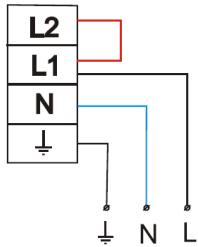

Рис.1
- Присоедините сетевые провода и провод заземления (сечение провода - от 1,0 мм2 до 2,5 мм2) к клеммной колодке: L1 - постоянная фаза, N - нейтраль, заземление - к соответствующей клемме колодки (см. рис. 1).